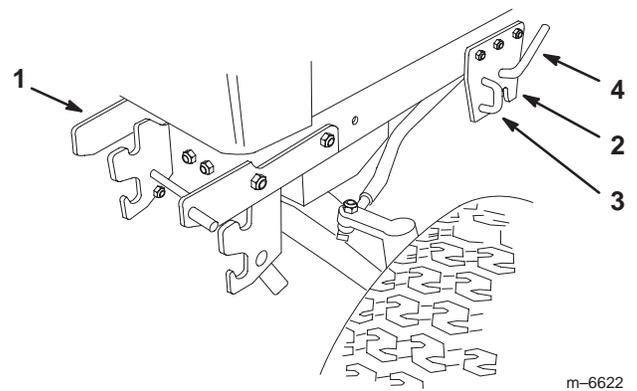

Bild 3
- Öffnen Sie die mittlere Anbauvorrichtung. Ziehen Sie den J-Stift heraus und schieben Sie den Verriegelungsgriff nach hinten (Bild 3).
11. Schließen Sie den mittleren Verriegelungshebel der Anbauvorrichtung, indem Sie ihn nach vorne drehen (Bild 3).